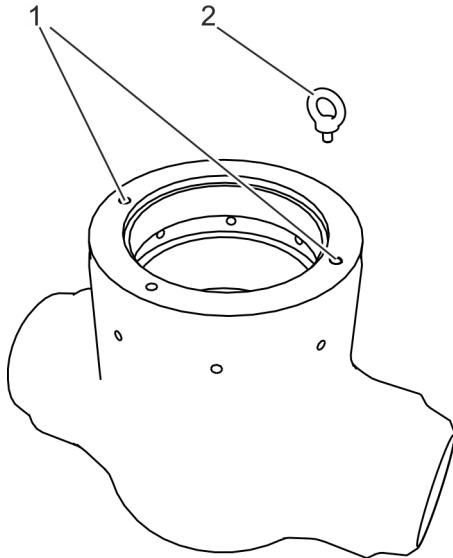

Fig. 7: Fixation des anneaux de levage au carter
1. ➤ Visser les anneaux de levage fournis (Fig. 7/2) dans les ouvertures filetées (Fig. 7/1) du carter.
2. ➤ S'assurer que le filetage des anneaux de levage (Fig. 7/2) est complètement vissé dans le carter.
3. ➤ Fixer les écrous à anneau (Fig. 7/2) à l'engin de levage avec des élingues appropriées.